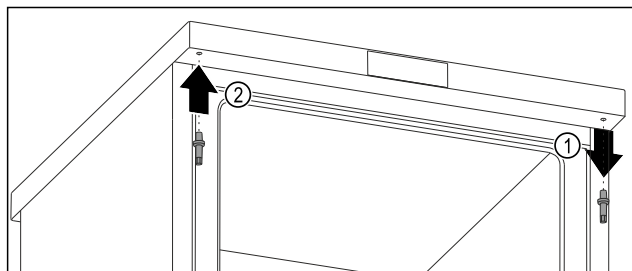

Fig. 14
- Svitare il perno superiore con una chiave esagonale. Fig. 14 (1)
- Avvitare il perno sul lato opposto con una chiave esagonale. Fig. 14 (2)